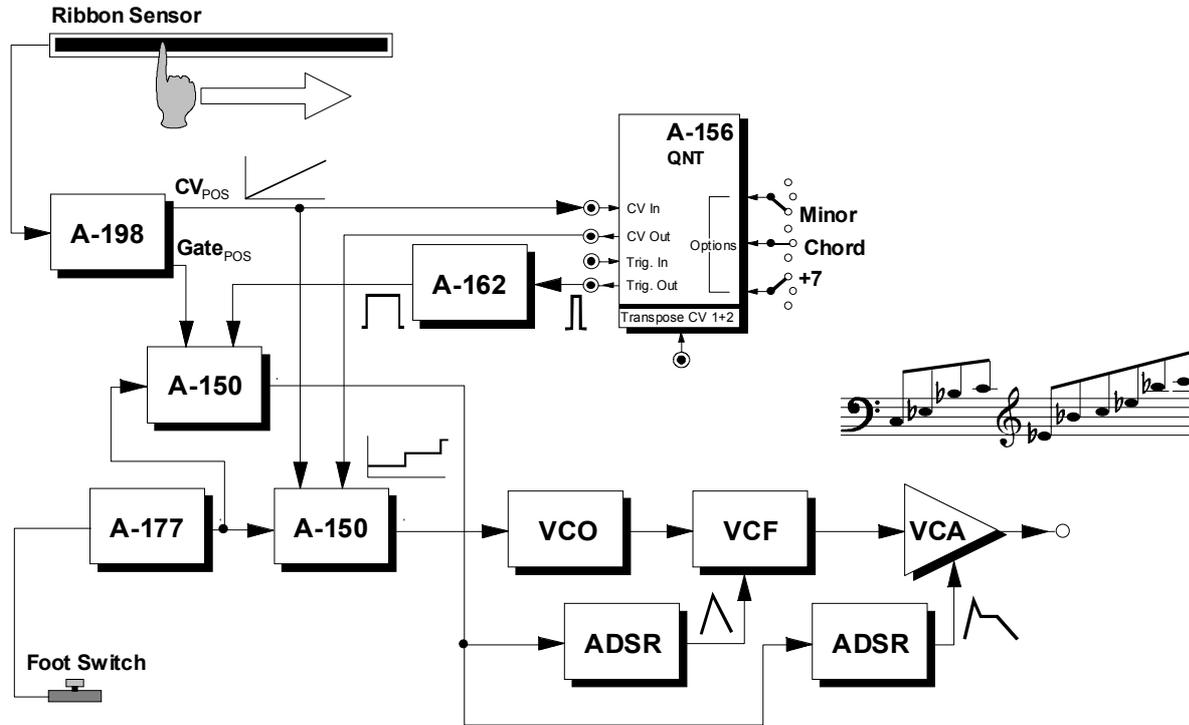

Abb. 4: Weg-/Drucksensor als Tastatur
Beim Patch in Abb. 4 wird der **Weg-/Drucksensor** als **“Tastatur”** eingesetzt. Dabei bestimmen Sie mit einem
- Durch Zuführen der von einem Keyboard erzeugten Tonhöhenspannung an den Transpose-Eingang des Quantisierers (s Abb. 4) **transponieren** Sie die mit dem Weg-/Drucksensor erzeugten Klänge **entsprechend der auf dem Keyboard gedrückten Taste**.